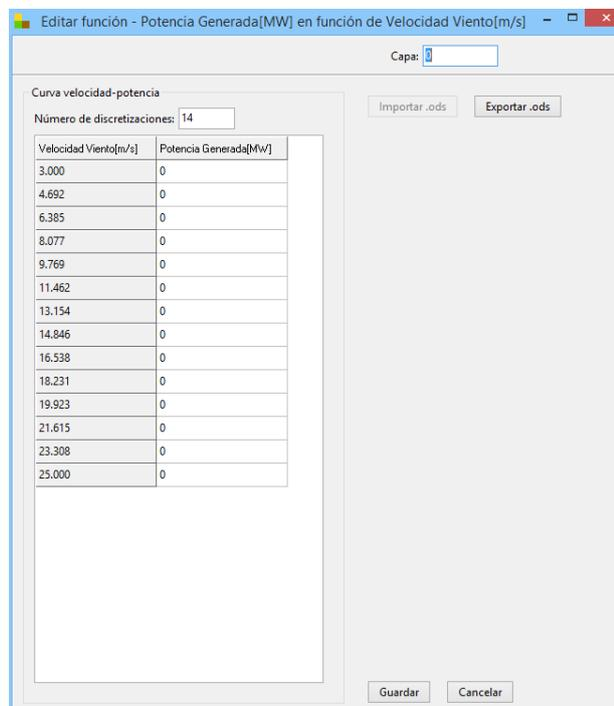

Fig. 3: Editor Curva Velocidad-Potencia.
- Velocidad mínima/máxima: Es el rango en m/s sobre el que se quiere editar la curva “Velocidad-Potencia”. La cantidad de discretizaciones (puntos velocidad-potencia) a editar se especifica dentro de la ventana que se abre al presionar el botón “Editar curva Velocidad-Potencia” (Ver Fig. 3). En la columna de la izquierda aparecen las velocidades correspondientes a los puntos definidos por la discretización y para cada uno de estos puntos hay que especificar cuál es la potencia del generador en MW. El botón “Exportar .ods” permite exportar la tabla a un libro de hojas de cálculo para editarla. Con el botón “Importar .ods” se importan los datos modificados.